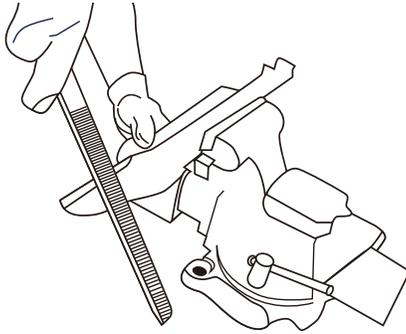

Abb. 13
- b. Sichern Sie das Messer in einem Schraubstock (Abb. 13).